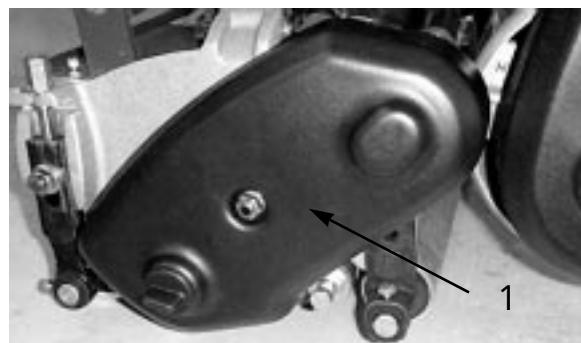

図 36
1. ベルト・カバー固定ネジ(図36)を外してベルトを露出させる。